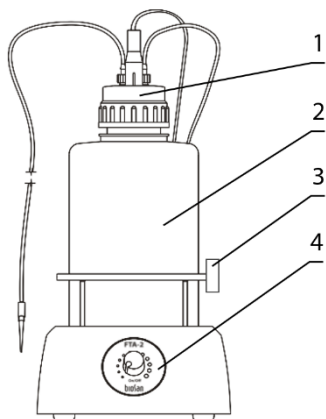
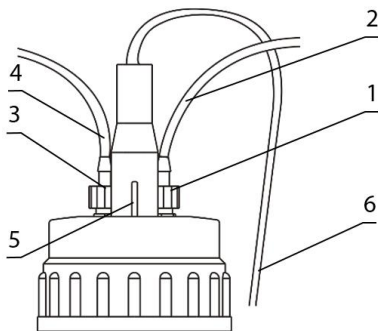
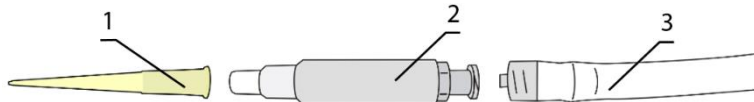

Рисунок 3. FTA-2i, вид спереди
Рисунок 4. Крышка FTA-2i с датчиком и трубками
Рисунок 5. MA-U, универсальный адаптер
- Установите сосуд-ловушку (рис. 3/2) на прибор.
- Прикрутите крышку с иглами сенсора и разъёмами для трубок (рис. 3/1) к сосуду-ловушке.
- Присоедините фитинг (рис. 4/1) трубки с фильтром (рис. 4/2) к разъёму с **белым** кольцом на крышке.
- Соберите наконечник **MA-U** (рисунок 5).
- Присоедините фитинг (рис. 4/3) трубки для жидкостей (рис. 4/4 и 5/3) к разъёму с **синим** кольцом на крышке.
- Присоедините провод датчика (рис. 4/5) к крышке и к разъёму на задней стороне прибора (рис. 5/3).
- Поместите микропробирки для наконечника в держатель (рис. 3/3).
4.4.1. **Установка опционального наконечника MA-8.** Извлеките аспирационный наконечник и микропробирки из держателя (рис. 3/3) и поместите внутрь держатель для MA-8. Отсоедините одноразовый наконечник (рис. 5/1) от адаптера **MA-U** и подсоедините наконечник **MA-8** (рис. 8/1). Храните аспирационный наконечник в новом держателе.
4.4.2. **Установка опционального ручного контроллера вакуума HAS-1.** Отсоедините адаптер **MA-U** от аспирационной трубки (рис. 5/3) и подсоедините наконечник **HAS-1** (рис. 8/6), прикрутив его к фитингу.
- 5.3. (Для модели **FTA-2i**) С помощью рукоятки на передней панели прибора (рис. 3/4) отрегулируйте интенсивность аспирации. Поворот по часовой стрелке увеличивает интенсивность, против часовой – уменьшает. Интенсивность показывается световой индикацией вокруг рукоятки.